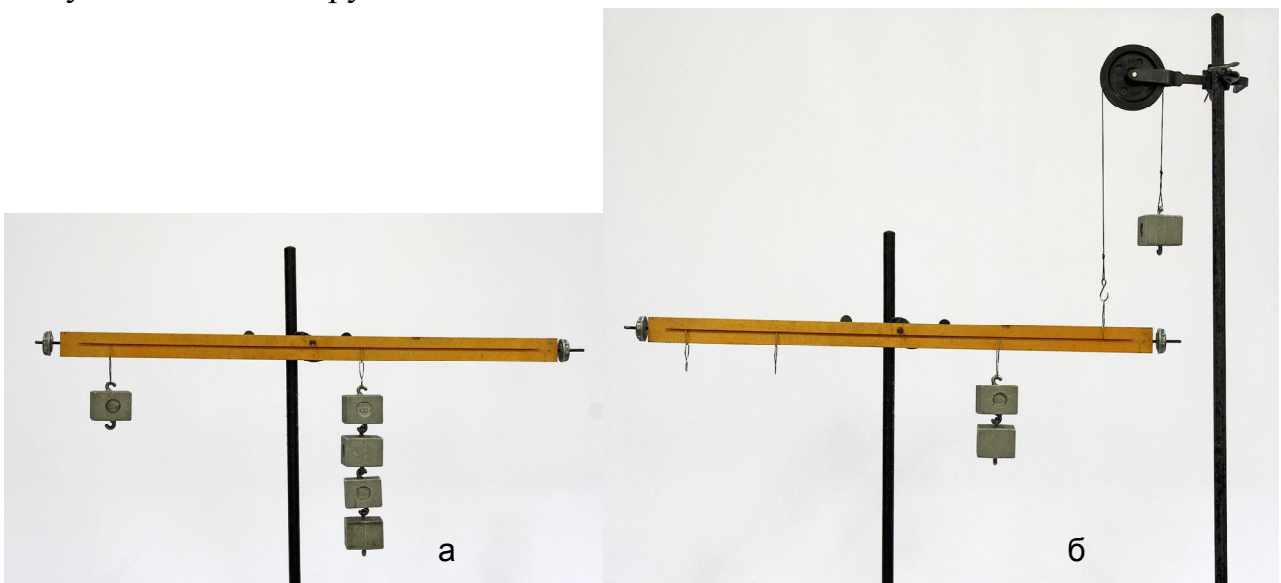

Рис. 8
1. Продемонструйте рівновагу сил на важелі першого і другого роду. Для цього вісь демонстраційного важеля закріпіть в муфті штатива (рис. 8). Зрівноважте важіль, переміщуючи гайки на його кінцях. В отвори важеля вставте дротяні гачки і підвісьте до них потрібну для рівноваги кількість важків. Поясніть поняття „плече сили”, „момент сили”, сформулюйте умову рівноваги важеля. На рис. 8а зображений важіль першого роду, а на рис. 8б – важіль другого роду. Замість важка, підвішеного на нитці, можна використати динамометр, що тягнутиме важіль вгору.